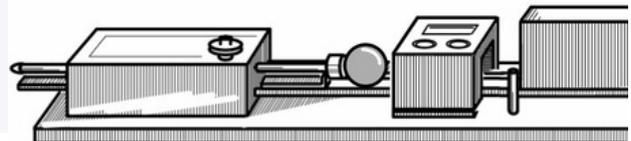

Fig.8
3. Ubica el bloque de madera (objetivo) correctamente en la posición de lanzamiento. La posición correcta es el "0" en la cinta de escala sobre el riel (ver Fig. 8).